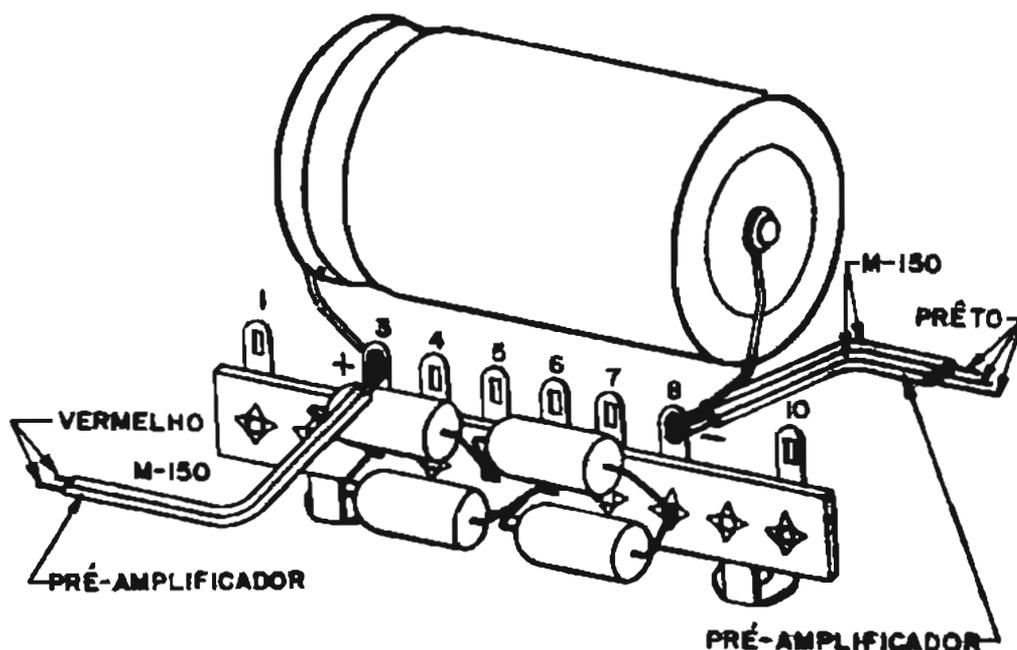

Figura 17 - Montagem da ponte retificadora na régua de terminais.
Monte o conjunto de acordo com as instruções abaixo, orientando-se pela figura 17.
- b) Coloque e solde o capacitor  $C_{10}$  de  $2500\mu\text{F} \times 50\text{V}$ , com a polaridade indicada na figura 17;
A retificação é feita por duas pontes idênticas à anterior, uma para cada canal. A montagem, sobre a régua, indicada na figura 17, deverá ser efetuada duas vezes, seguindo-se os itens de a até e da etapa B1. Os pontos 5, 6 e 8 da segunda régua deverão ser ligados, respectivamente, aos pontos 5, 6 e 8 da primeira.